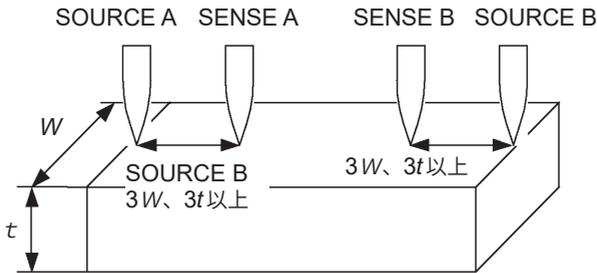

図9. 測定対象に幅や厚みがある場合のプロビング位置
図8は金属板の等電位線をプロットした例です。ちょうど天気予報の気圧配置図と風の関係に似たように、等電位面の間隔が密な個所は電流密度が高く、疎な個所は電流密度が低くなっています。この図から、電流の注入点付近は、電位勾配が大きくなっていることが確認できます。これは、電流が金属板に広がっていく最中であり、電流密度が高くなっているためです。このため、電圧検出端子を電流注入点付近に配置すると、わずかな接触位置の違いで測定値が大きく変わってきてしまいます。このような影響を避けるためには、電流注入点の内側で電圧を検出することが望ましいとされています。概して、測定対象の幅 (W) あるいは厚み (t) 以上内側であれば、電流分布は一様になってきていると考えられます。図9のように、SENSE 端子はSOURCE 端子から $3W$ あるいは $3t$ だけ内側に配するのが好ましいでしょう。